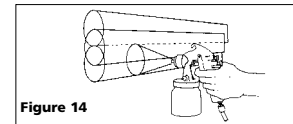

**Figura 11**
1. Comience a rociar. Siempre mantenga la pistola en los ángulos correctos (Vea la Figura 11).